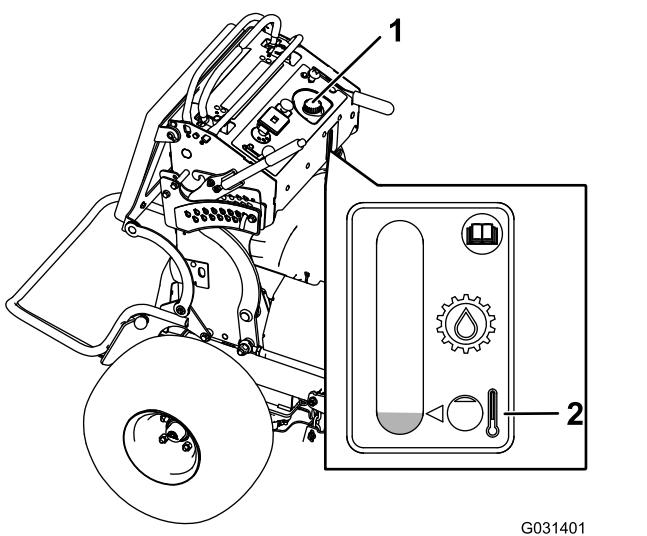

Figura 69
4. Limpie alrededor del cuello de llenado y el tapón del depósito de aceite hidráulico (Figura 69).
5. Retire el tapón del cuello de llenado (Figura 69).